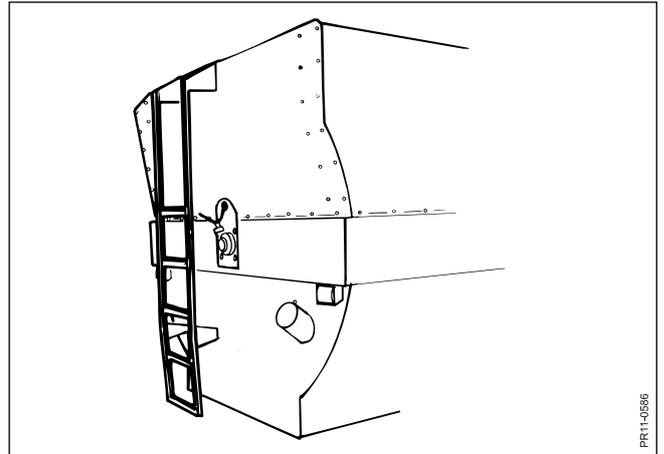

Fig. 9.2
- Fig. 9.2** La escala se ocupa para inspeccionar la máquina, para la limpieza y para el montaje de los forros de caucho y los cuchillos.